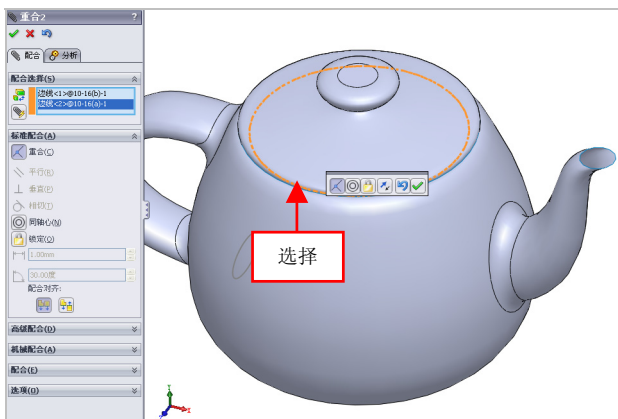

图 10-19 选择合适的边线
(4) 在弹出的工具栏中,单击【添加/完成配合】按钮,同轴心配合零部件,在【配合】属性管理器中的【标准配合】选项区中,单击【重合】按钮,选择合适的边线对象,如图 10-19 所示。